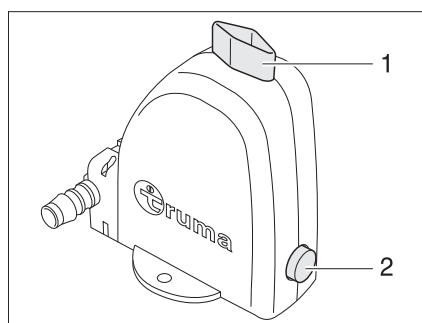

Fig. 183 Válvula de seguridad/purga de la caldera - posición abierta
- Cerrar la válvula de seguridad/purga. Para ello, girar el botón giratorio (Fig. 183,1) a la posición transversal en referencia a la válvula de seguridad/purga y hundir el pulsador (Fig. 183,2).
- Abrir la válvula de seguridad/purga. Para ello, girar el botón giratorio (Fig. 183,1) a la posición longitudinal en referencia a la válvula de seguridad/purga. El botón de presión (Fig. 183,2) salta hacia fuera. La caldera se vacía hacia fuera a través de la válvula de seguridad/purga.